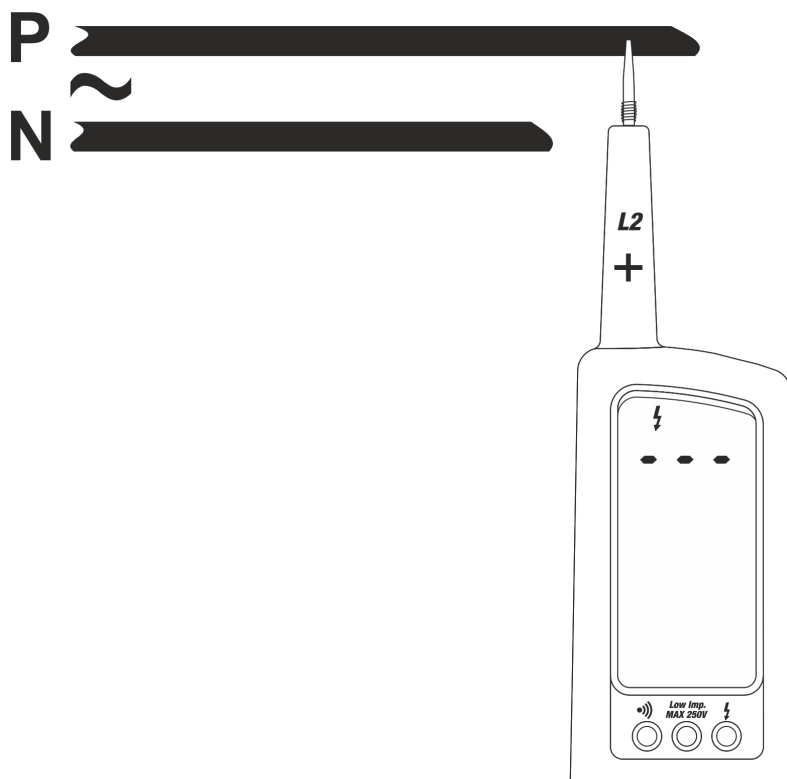

Abb. 5: Phasenprüfung einpolig
2. Verbinden Sie die Prüfspitze **L2** mit dem zu messenden Objekt (siehe Abb.5)
2. Verbinden Sie die Prüfspitze **L1** mit der Phase 1 und **L2** mit der Phase 2 der 3 phasigen Anlage (siehe Abb. 5)